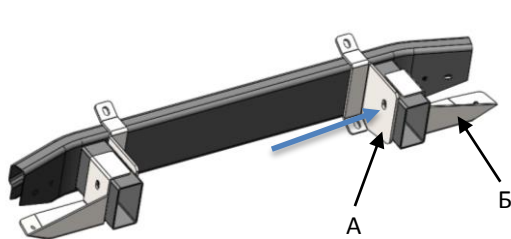

Рис.4
6. Завести левый и правый кронштейны площадки лебедки А за переднюю балку рамы и установить боковые кронштейны крепления бампера Б, закрепить их болтами М10х90 (рис.4).
8. Выровнять площадку лебедки относительно кузова автомобиля и затянуть все болты в следующем порядке: болты А (рис.5), болты В (рис.6), болты Б (рис.5), болты М10х90 (рис.4). **ВНИМАНИЕ! Фиксирующие болты Г (рис.5) не затягивать!**
15.*** Для дополнительной фиксации бампера разметить и просверлить 2 отверстия Ø12 мм через боковые кронштейны **Б** (рис.4) и закрепить бампер болтами М10х35.